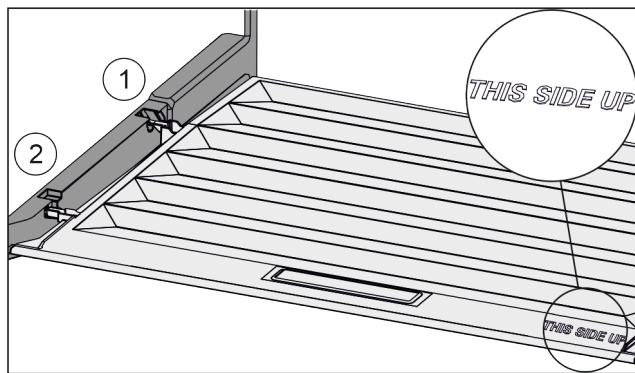

Fig. 35
- Вставить поперечные ребра крышки через отверстие заднего держателя Fig. 35 (1) и защелкнуть спереди в держателе Fig. 35 (2).